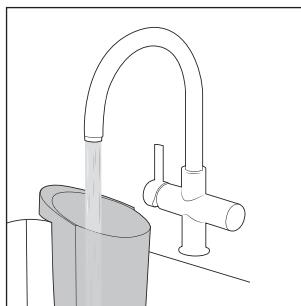

Fig. 23
- ◆ Clătiți rezervorul de apă murdară **2** sub jet de apă caldă (a se vedea fig. 23).